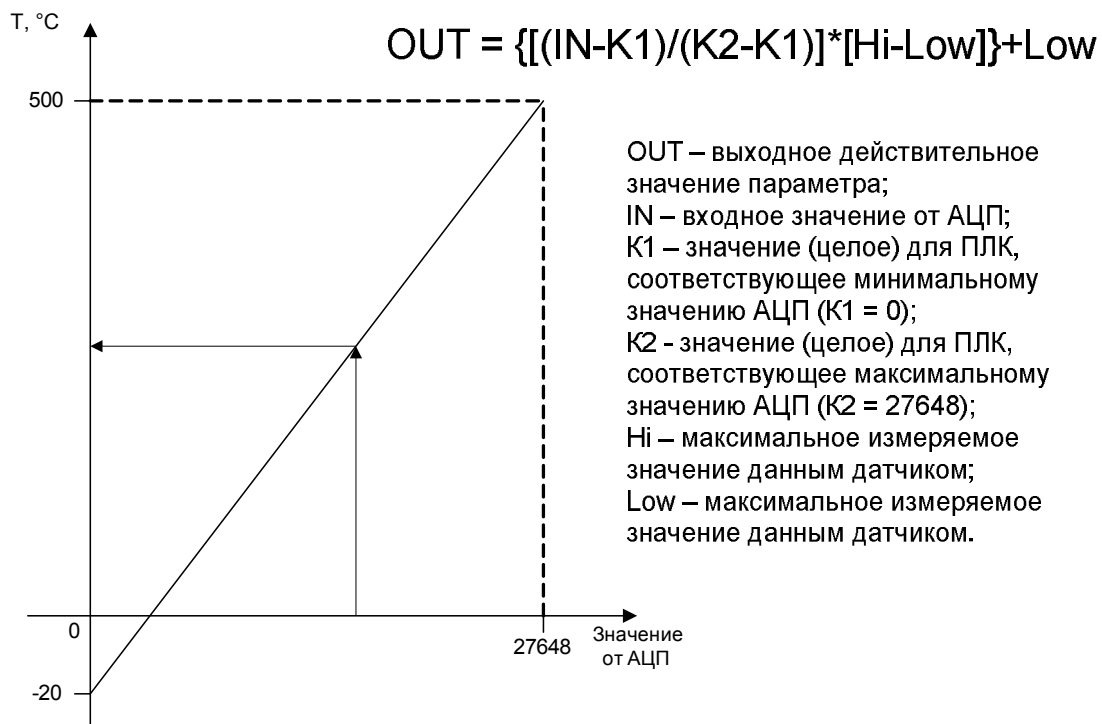

Рис. 13. Пример шкалирования сигнала для пирометра Термоскоп 200 с диапазоном измеряемых температур от -20 до +500 °C
3. В окне проекта в папке Blocks дважды щелкнуть на блоке OB1. После этого OB1 откроется в редакторе LAD/STL/FBD. Необходимо написать программу, которая осуществляет шкалирование входного сигнала. Формула для шкалирования сигнала приведена на рис. 13. В примере использован пирометр Термоскоп 200 с диапазоном измеряемых температур от –20 до +500 °С, имеющий унифицированный аналоговый токовый выходной сигнал 4...20 mA. Код блока на языках STEP 7 приведен в таблице.